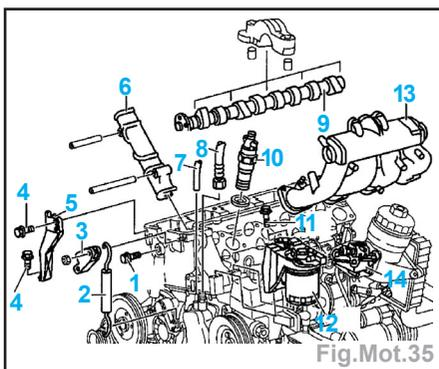

Fig.Mot.35
- Déposer (Fig.Mot.35) :
- la tubulure d'admission (13),
- les injecteurs (10),
- l'échangeur thermique de carburant (14) (si le véhicule en est équipé).
- les durits (15 et 16) sur le boîtier (17).
- la durit (29) sur la conduite de liquide de refroidissement (28).